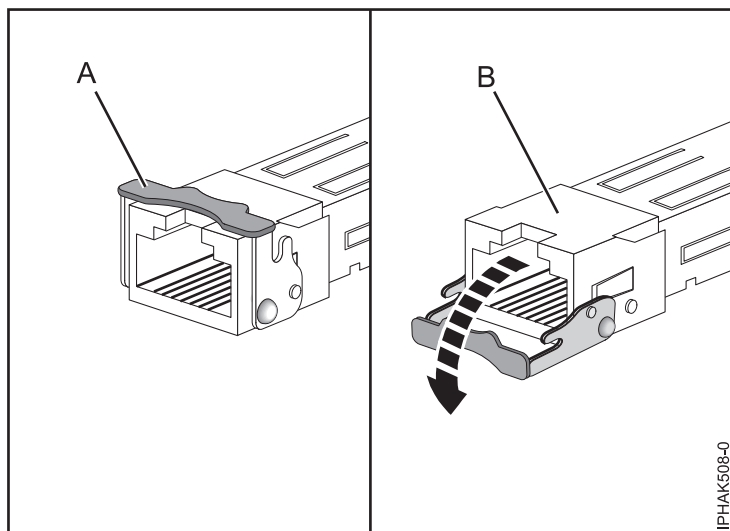

図 32. アダプターからの SFP トランシーバーの取り外し
注: イーサネットまたはファイバー・チャネル・アダプターの FRU によっては、テール・ストックを取り外すために、SFP (small form-factor pluggable) トランシーバー (ある場合) の取り外しが必要な場合があります。44 ページの図 32 に示すように、平らな帯電防止された場所に平らにカードを置き、ラッチ **(A)** をカードから離すように下向きに回転させて開きます。トランシーバー **(B)** をアダプター・ハードウェアから引き出します。他のトランシーバーについてもこの手順を繰り返します。
注: イーサネットまたはファイバー・チャネル・アダプターの FRU によっては、テール・ストックを取り外すために、SFP (small form-factor pluggable) トランシーバー (ある場合) の取り外しが必要な場合があります。44 ページの図 32 に示すように、平らな帯電防止された場所に平らにカードを置き、ラッチ (A) をカードから離すように下向きに回転させて開きます。トランシーバー (B) をアダプター・ハードウェアから引き出します。他のトランシーバーについてもこの手順を繰り返します。